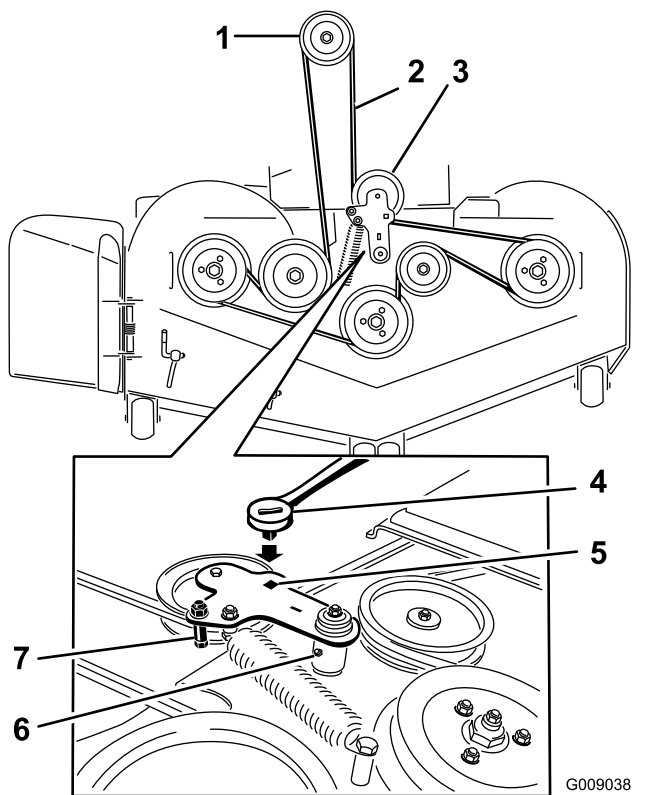

Figure 113
5. Soulevez le bac de plancher et insérez un rochet dans le trou carré de la poulie de tension du tablier (Figure 113).
6. Tournez la poulie de tension dans le sens horaire et déposez la courroie du tablier (Figure 113).